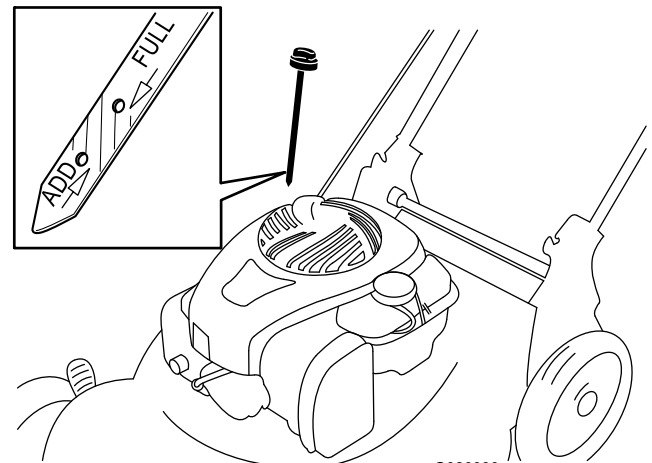

Figure 19
7. Sortez de nouveau la jauge et vérifiez le niveau d'huile (Figure 19).